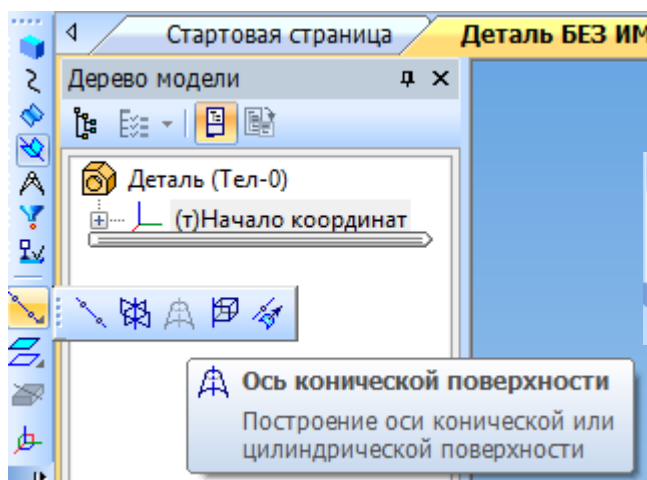

Рисунок 8.8 – Выбор команды *Ось конической поверхности*
9. На панели инструментов «Вспомогательная геометрия»⁶, выберите команду «Ось конической поверхности» (см. рисунок 8.8), или в выпадающем меню «Операции» выберите пункт «Ось», подпункт «Конической поверхности» и укажите мышью на центральную цилиндрическую поверхность «катушки». В результате в *Дерево построений* должна появиться строка *Ось конической поверхности*.